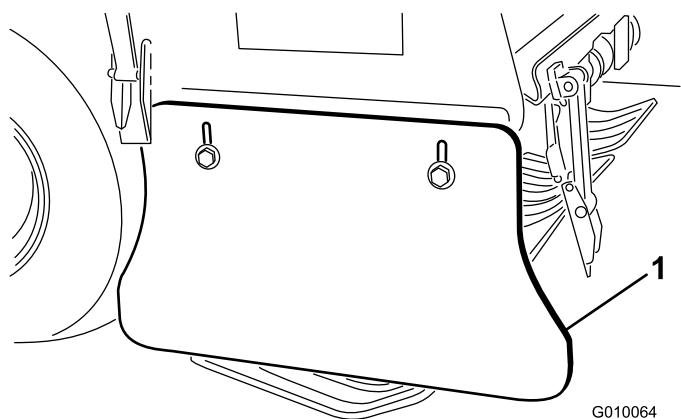

図 62
1. サイド・シールドをフレームに固定しているボルトとナットをゆるめる（図 62）。